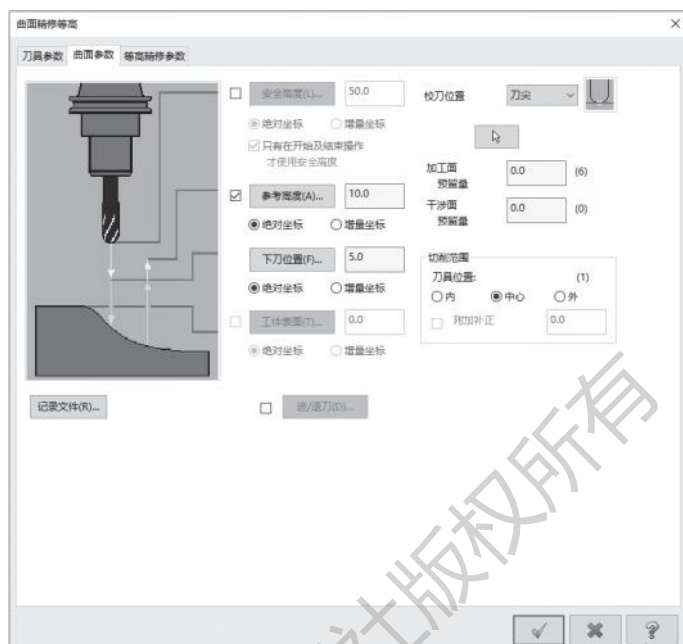

图 4-53 曲面加工参数设置
3) 打开【曲面参数】选项卡,勾选【参考高度】并设置为 10.0mm,【下刀位置】为 5.0mm。勾选所有【绝对坐标】复选项,设置【加工面预留量】和【干涉面预留量】都为 0.0mm,如图 4-53 所示。